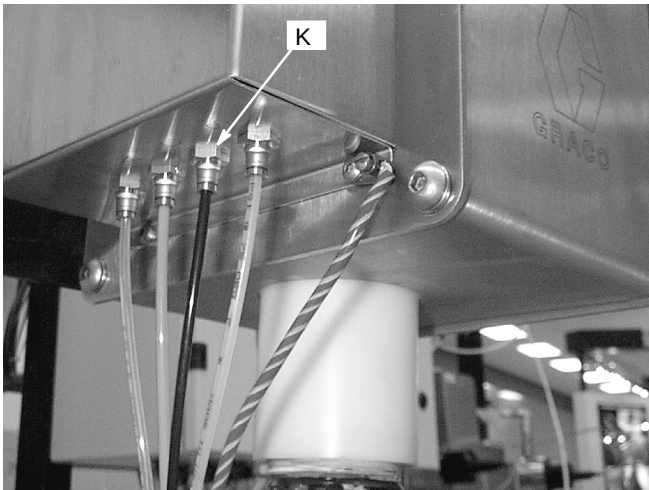

Fig. 9
2. Fuerce el disparo de los cilindros mediante la conexión del aire al compartimiento **C** (K). Vea la Fig. 9. Conecte el aire para que ambos cilindros estén distendidos.